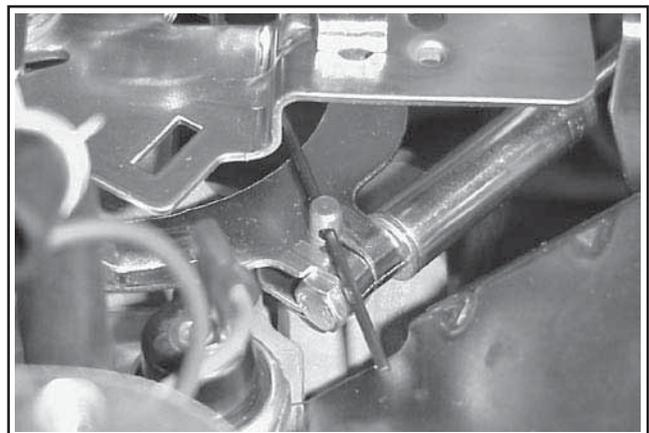

Figure 5B-42. Réglage du petit arbre du régulateur.
- Connecter à nouveau le ressort d'amortissement dans le trou du levier du régulateur du fond. Réinstaller la douille et accoupler à nouveau les leviers de l'accélérateur. Voir la Figure 5B-37. Connecter à nouveau le ressort de réglage dans le trou marqué.